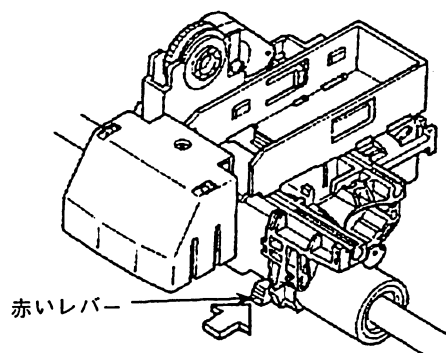
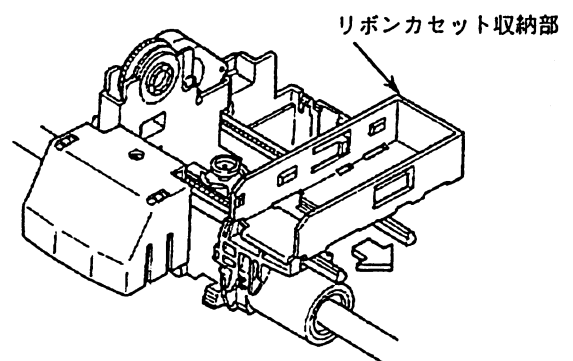

図6.1.10 キャリッジ部
図6.1.11
- 2) キャリッジ部の赤いレバーを押しますと(図6.1.10), リボンカセット収納部が右に移動します(図6.1.11 参照)。